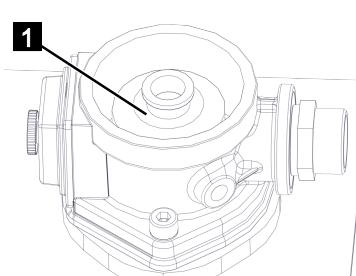

Abb. 247
4. Filtereinsatz (Abb.247/1) entnehmen und neuen Filtereinsatz einsetzen.